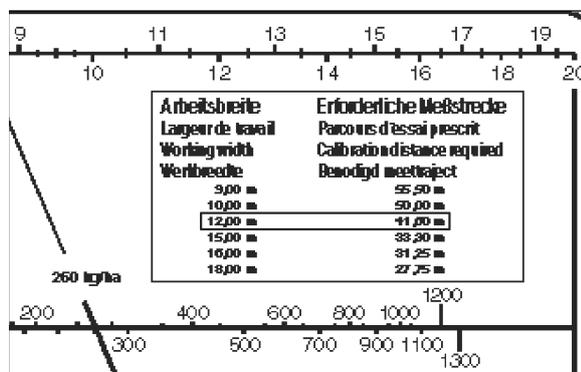

Fig. 65
1. Den Auffangbehälter (Fig. 65/1) mittels Bügel an der Halterung (Fig. 65/2) einhängen. Auffangbehälter an der Klemmvorrichtung (Fig. 65/3) einrasten.
2. Den Seitenschieber (Fig. 65/4) der Auslauf- rutsche ca. 5 sec. durch Ziehen am Seil (Fig. 65/5) vollständig öffnen (um gleichmäßigen Düngerausfluss zu gewährleisten). Hiernach die aufgefangene Düngermenge wieder in den Behälter des Streuers zurück- schütten.
5. Messstrecke von Anfangs- bis Endpunkt unter Feldbedingungen, d.h. mit vorgesehener, konstanter Arbeitsgeschwindigkeit exakt abfahren. Hierbei den Seitenschieber (Fig. 65/4) der Auslaufrutsche mittels Seil (Fig. 65/5) exakt am Messstreckenstartpunkt vollständig öffnen (bis gegen den Anschlag ziehen) und am Endpunkt schließen (beim Loslassen des Seils zieht die Feder (Fig. 65/6) den Seitenschieber in Schließposition).